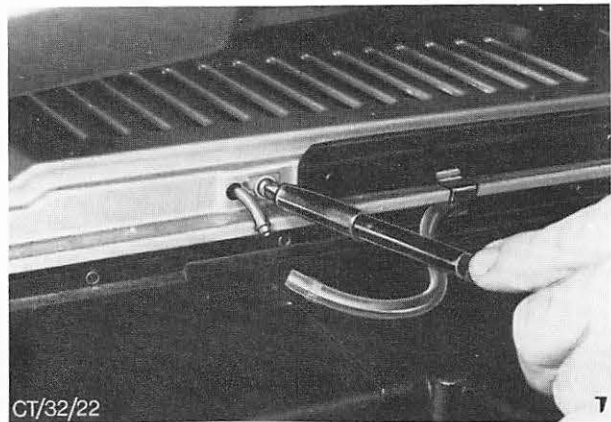

Abb. 49 Kreuzschlitzschraube – Spritzdüse entfernen
3. Spritzdüsen von der Stirnwand abschrauben (jeweils 1 Schraube). Abb. 49.